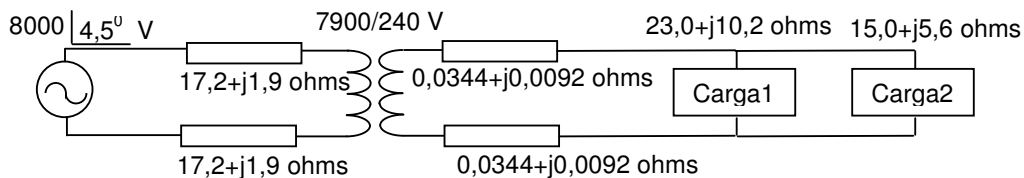

Fig. 11.13 – circuito do problema 11.6.
11.6 Sejam duas cargas alimentadas por um transformador ideal (sem perdas), como mostrado na Fig. 11.13. Pede-se: